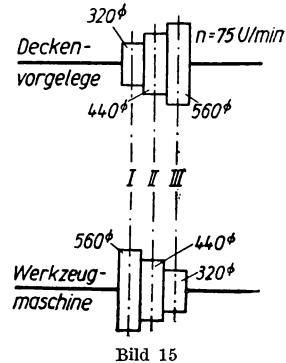

Bild 15
48. Die Welle einer Werkzeugmaschine kann mittels Riemen in drei verschiedenen Geschwindigkeitsstufen vom Deckenvorgelege aus angetrieben werden (Bild 15). Wie groß sind die Riemengeschwindigkeiten und die minutlichen Drehzahlen der Maschinenwelle bei den Stufen I, II und III, wenn das Deckenvorgelege unverändert mit $n_1 = 75 \text{ U/min}$ läuft?